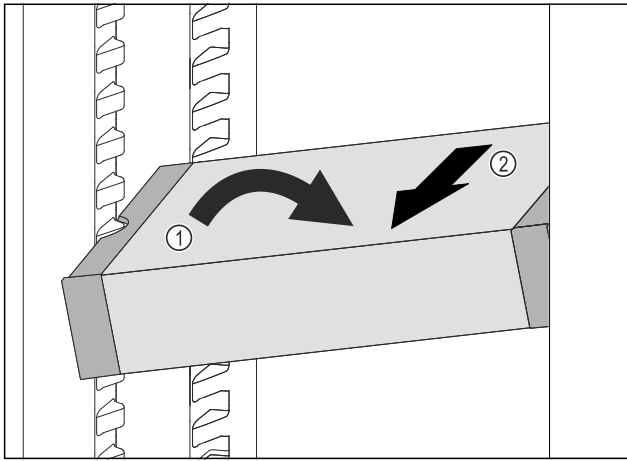

Fig. 98
- ▶ VarioSafe in het koelgedeelte schuin zetten. Fig. 98 (1)
- ▶ VarioSafe naar voren toe verwijderen. Fig. 98 (2)